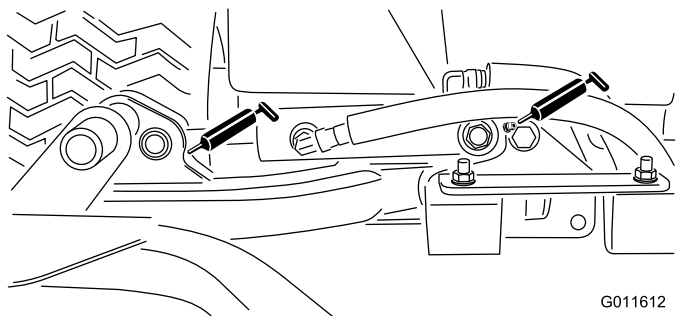

Figura 47
- Cilindri del braccio di sollevamento degli apparati di taglio (2 ciascuno) - Figura 47
- Perni orientabili del braccio di sollevamento (1 ciascuno) - Figura 47